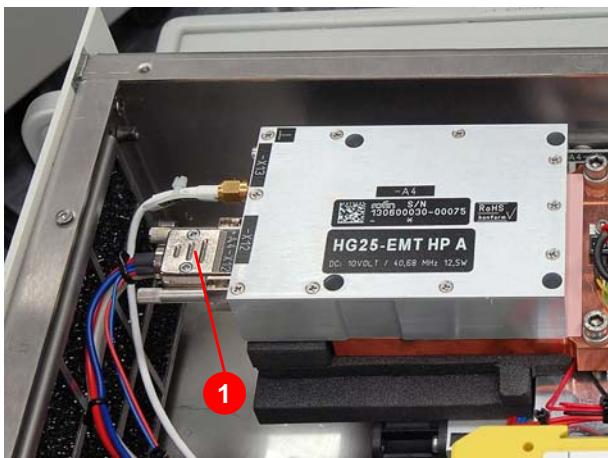

Abbildung 7.127 HG-25 anschließen
18. Anschlußstecker -X12 (1) (Abbildung 7.127) einstecken.